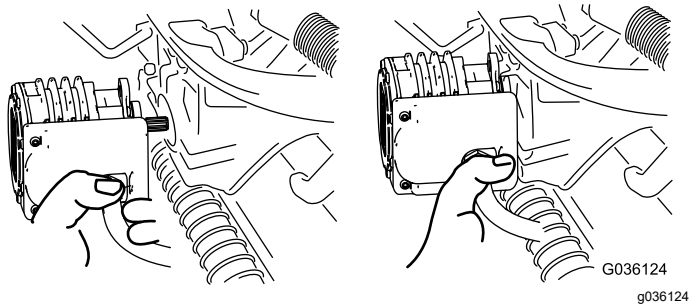

図 58
5. 外したモータは、サスペンションアームの前部にある一時保管位置にセットしておく(図 58)。